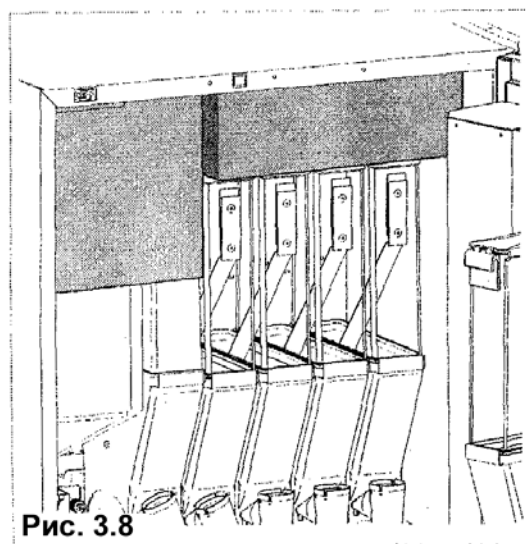

Рис. 3.8
- удалите полистирол, блокирующий контейнеры для продуктов (рис. 3.8)